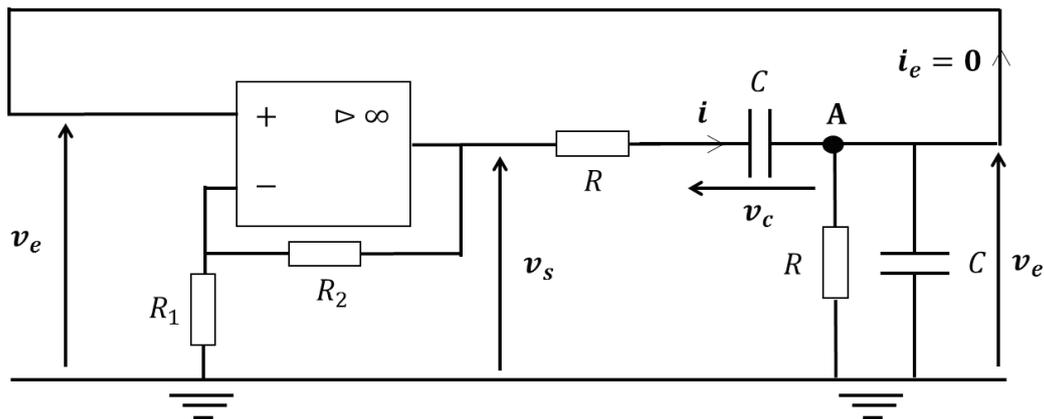

Figure 5 – Schéma électrique de l'oscillateur à filtre de Wien
Nous étudions dans cette partie l'oscillateur à filtre de Wien (**figure 5**).
- Q56.** En étudiant le fonctionnement de l'amplificateur linéaire intégré présent dans le schéma de la **figure 5 page 9**, en déduire la valeur de l'amplification $A = \frac{v_s}{v_e}$ en fonction des résistances R_1 et R_2 .